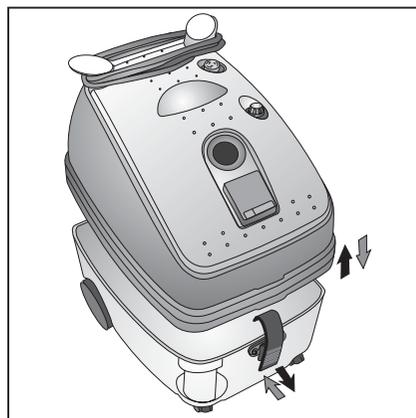

Fig. 3
- Volver a colocar la parte superior de la máquina sobre el depósito de recuperación en el sentido indicado (Fig. 3)
- Enganchar los ganchos de cierre (F) asegurándose de que las dos partes encajen perfectamente.